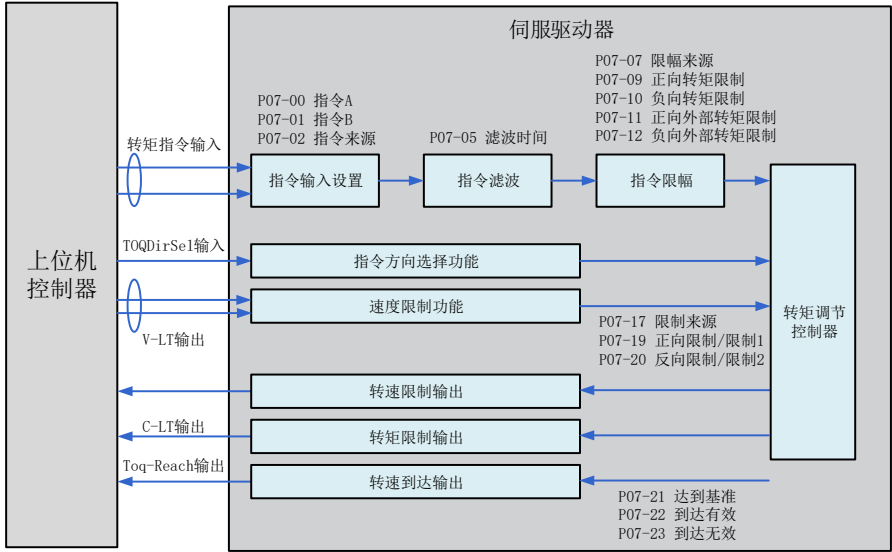

图 4-10 转矩控制模式框图
- 3) 参考图 4-10 配线说明连接 CN1 端子中必要的 DI/DO 及转矩指令来源、速度限制等信号。